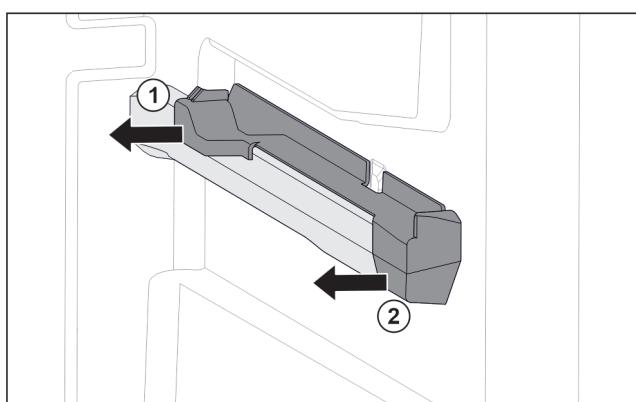

Fig. 75 Вставна частина на правому ребрі для резервуару
- Відсунути вставну частину назад вбік. Fig. 75 (1)
- Відсунути вставну частину вперед вбік. Fig. 75 (2)